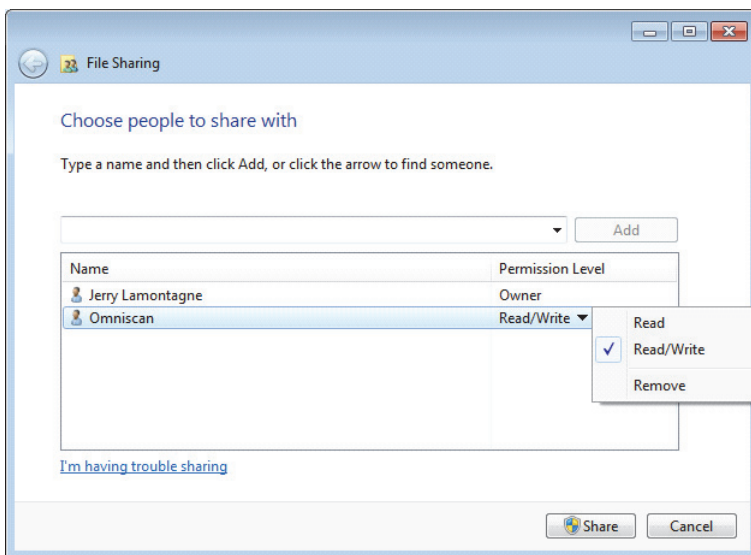

图 7-29 在文件共享对话框中设置权限 (Windows 7)
6. 在 **Permission Level** (权限水平) 下面, 为 **Omniscan** 选择 **Read/Write** (读 / 写) (参见第 219 页的图 7-29)。